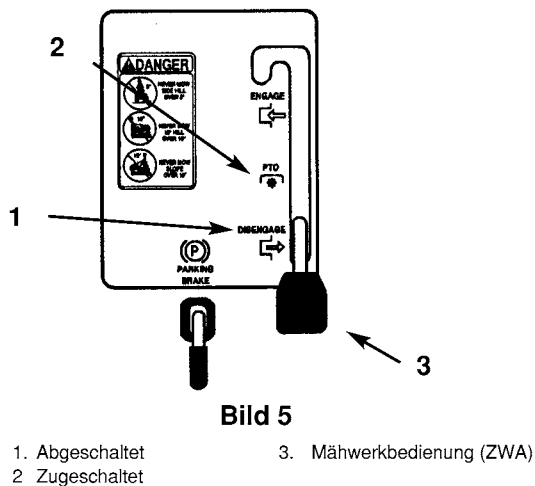

Bild 5
2. Die Mähwerkbedienung (ZWA) auf "ENGAGED" [ZUGESCHALTET] stellen (Bild 5).
2. Die Mähwerkbedienung (ZWA) auf "DISEN-GAGE" [ABGESCHALTET] stellen (Bild 5).